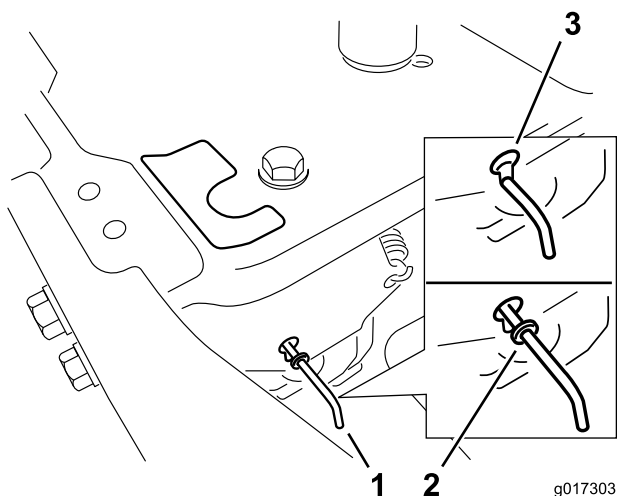

Figure 25
4. Amenez les leviers de dérivation en avant dans l'encoche en trou de serrure, puis vers le bas pour les verrouiller en position, comme montré à la Figure 25. Assurez-vous de le faire pour chaque levier.
Déplacez les leviers de dérivation en arrière dans l'encoche en trou de serrure, puis vers le bas pour les verrouiller en position, comme montré à la Figure 25. Assurez-vous de le faire pour chaque levier.